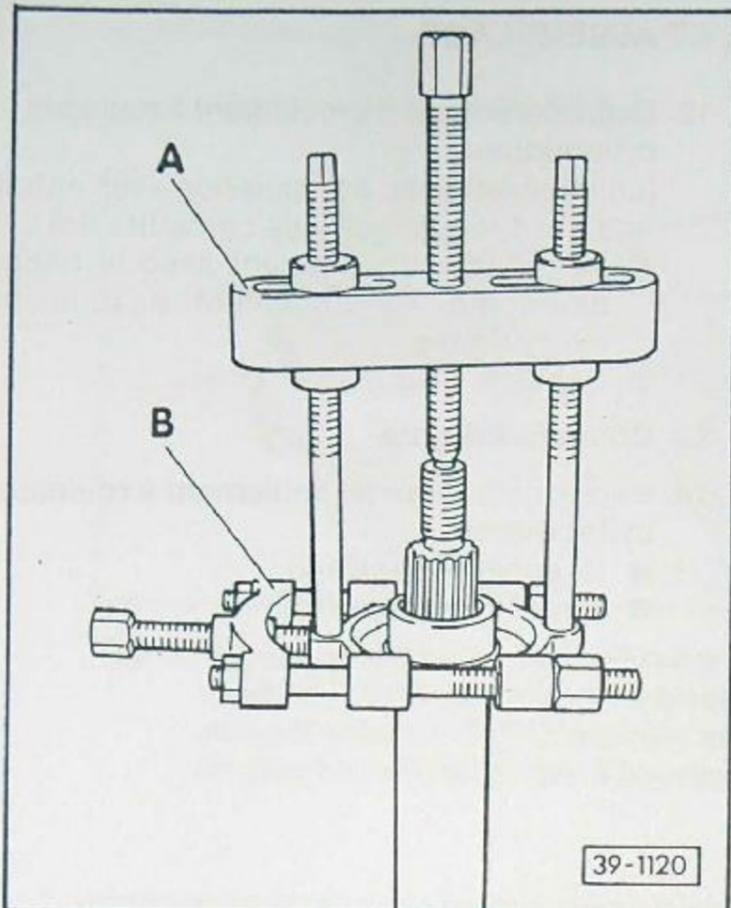

Fig. 1 Rondelle et bague intérieure de roulement à rouleaux cylindriques: extraction
- Extraire – fig. 1
o fig. 1
◀ Fig 1 - Flasquè sur le bouclier,